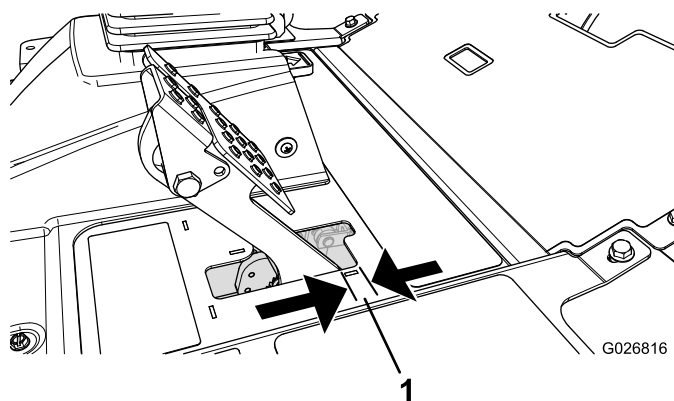

Figura 60
Ajuste los frenos si el pedal de freno tiene más de 2,5 cm de holgura (Figura 60), o cuando se necesite más fuerza para frenar. La holgura es la distancia que recorre el pedal de freno antes de notarse una resistencia de frenado.
2. Apriete la tuerca trasera para mover el cable hacia atrás hasta que los pedales de freno tengan una holgura de 6 a 13 mm (Figura 60) antes de bloquearse las ruedas.